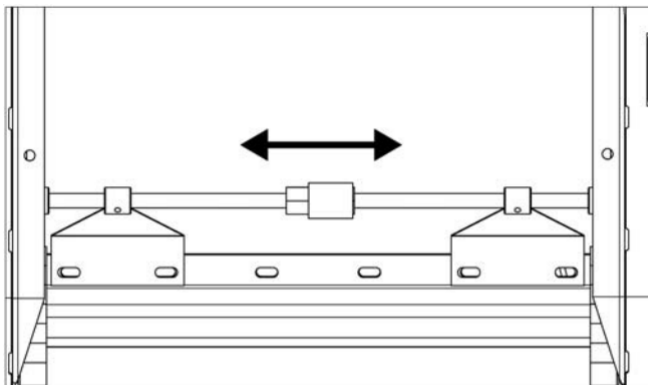
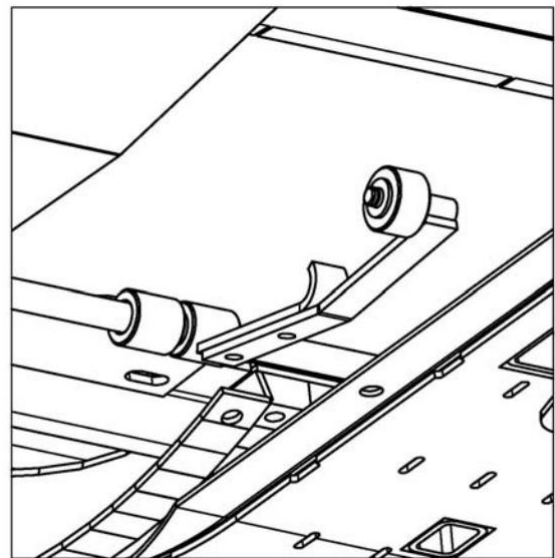

FIG.1
FIG. 2
Zeitpunkt perfekt an den Fingern ausgerichtet sind (wie in Abb. 1), lösen Sie die Schrauben, mit denen die Zahnbefestigungsplatte blockiert ist
- Wenn die Abschnitte stattdessen im Vergleich zu den Fingern versetzt sind (wie in ABB. 2), müssen Sie die Zahnbefestigungsplatte nach rechts oder links bewegen, bis sie ausgerichtet sind. Drehen Sie anschließend die Riemenscheibe, bis sich das Messer in der entgegengesetzten Position befindet, und prüfen Sie dann, ob sich die Zinken in derselben Position befinden (Abb. 1). Sobald alles in der richtigen Position ist, ziehen Sie die Schrauben fest.
1. Lösen Sie die Verbindung der Nivellierstange und entfernen Sie die Buchse. Stellen Sie dabei sicher, dass nur die Seitenstange am Sensor eingehakt bleibt (ABB. 1).
2. Den Taststift vom Außenarm entfernen und die Verlängerung mit dem Rad verschrauben, so dass sie in der Mitte des Schwingschlittens aufliegt (ABB.2)